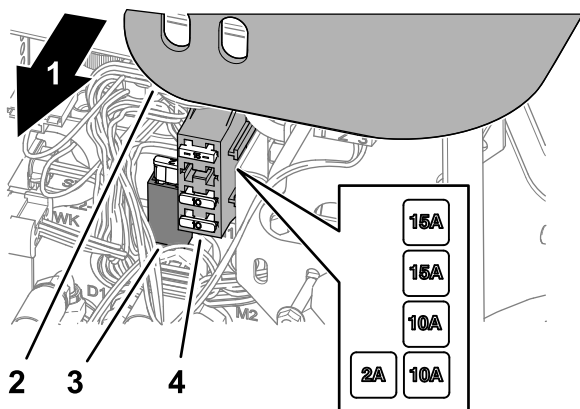

Figura 65
1. Sollevate la protezione dal braccio di comando (Figura 65).
2. Individuate il fusibile aperto nel portafusibile o nel portafusibili (Figura 65).
4. Montate la protezione sul braccio di comando (Figura 65).